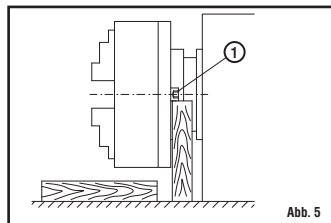

Abb. 5
- Die max. Länge des eingespannten Werkstückes mit einem Durchmesser von J1; J2; J3; A2; A3 oder A4 (siehe Tab. 4, Abb. 5) darf ohne Unterstützung nicht mehr als die vierfache Höhe der Spannbacken betragen und das Gewicht des Futters nicht überschreiten.